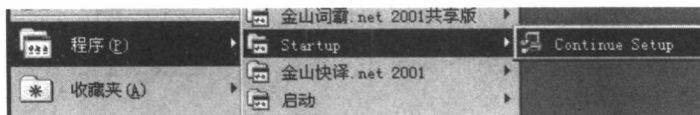

图 1-6 安装程序重新启动
(1) 执行 Windows 中的开始→程序→Startup→Continue Setup 命令, 如图 1-6 所示, 安装程序重新启动。